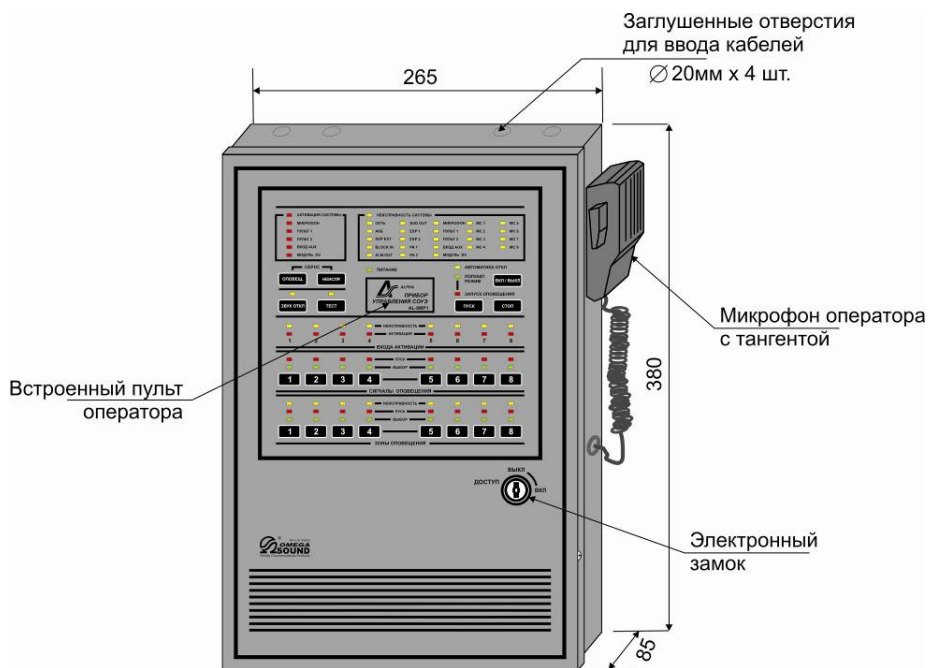
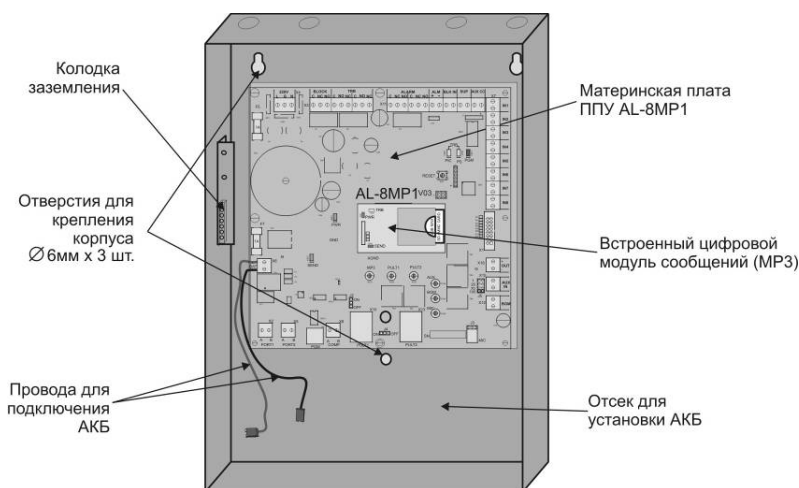

Рис.3. Внешний вид и габаритные размеры ППУ AL-8MP1
Рис.4. Внешний вид ППУ AL-8MP1 со снятой дверцей.
- 2.1.3.1. Установочные ответствия и размеры ППУ AL-8MP1 показаны на рис.3 и рис.4.
Все подключаемые к прибору провода вводятся в корпус через заглушенные отверстия показанные на рис. 3. Все контактные винтовые терминалы предназначены для подключения проводов сечением 0.5-2,5 кв.мм. Выбор сечения проводника должен производиться с учетом требований нормативных документов, исходя из силы тока и длины проводящей цепи.